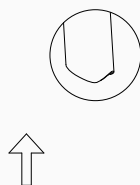

Figure 7.1
7. Acheminez le câble du capteur fixé au tube vertical (pièce 04) à travers l'ensemble du tube vertical (pièce 01), puis connectez le câble à l'écran électronique (pièce 14), comme illustré à la figure 7.1.